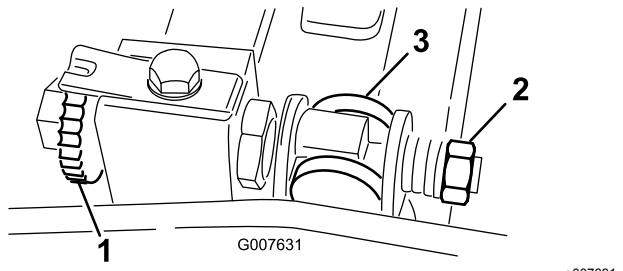

Figura 56
- Rode o parafuso de ajuste da barra de apoio no sentido contrário ao dos ponteiros do relógio, para afastar lâmina de corte do cilindro (Figura 56).
- Faça recuar a porca da mola tensora até que a anilha deixe de estar sob tensão contra a barra de apoio (Figura 56).